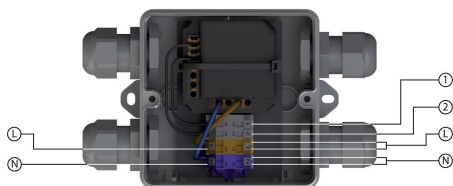
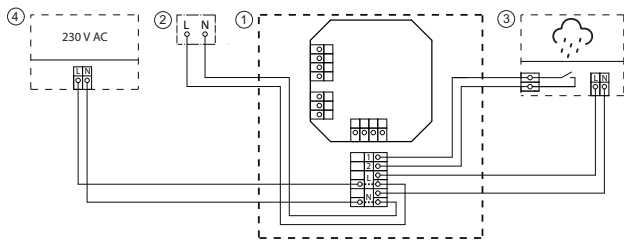

Abb. 1: Klemmbelegung
Abb. 2: Anschlussplan
Diese Klemme ist für die Spannungsversorgung des Moduls vorgesehen. Die Bezeichnungen L und N kennzeichnen Phase und Neutralleiter. Beide Klemmen (L und N) sind in dreifacher Ausführung vorhanden, es können somit auch externe Geräte / Sensoren an der Steuereinheit geklemmt und versorgt werden. Beachten Sie die Anschlussbelegung in Abb. 1 und Abb. 2.
Die Anschlussklemmen 1 und 2 sind zum Anschluss eines externen, potentialfreien Schaltkontakts vorgesehen (z.B. Niederschlagssensor mit potentialfreien Schaltkontakt). An den Klemmen 1 und 2 liegen 24 V DC an. Beachten Sie die Anschlussbelegung in Abb. 1 und Abb. 2.
Der Anschluss des Somfy Ondeis Niederschlagssensors erfolgt wie unter Punkt „Anschlussplan“ beschrieben (Abb. 2).
- Braun (Phase) ➔ Klemme L (Abb. 1)
- Blau (Neutral) ➔ Klemme N (Abb. 1)
- Schwarz 1 (Kontakt) ➔ Klemme 1 (Abb. 1)
- Schwarz 2 (Kontakt) ➔ Klemme 2 (Abb. 1)